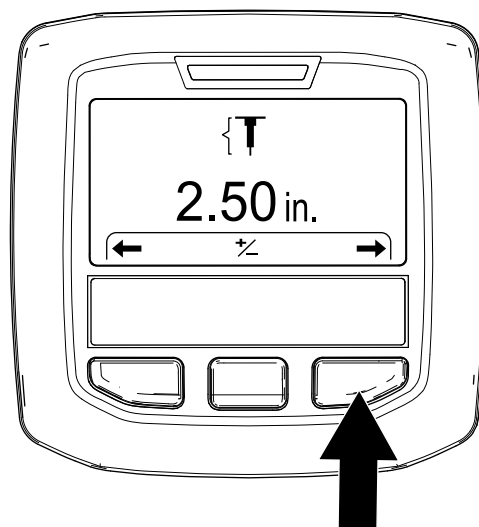

Figura 47
3. Premete il tasto destro dell'InfoCenter per visualizzare la schermata Impostazione della profondità dei fori (Figura 47).